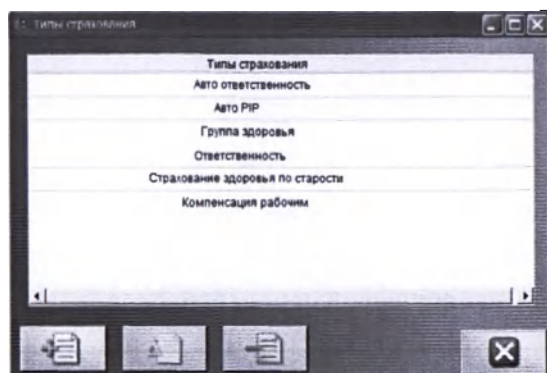

Рисунок 2-46. Массив данных типов страхования
9. ТИПЫ СТРАХОВАНИЯ (РИСУНОК 2-46)